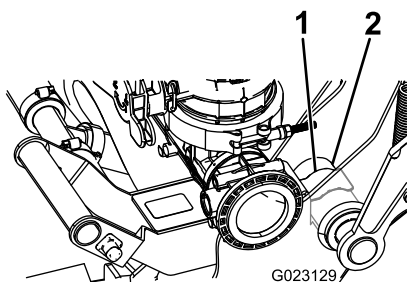

Figure 13
- D. Poussez jusqu'à ce que le clip élastique s'enclenche sur le tube de pivot, comme montré à la Figure 13.